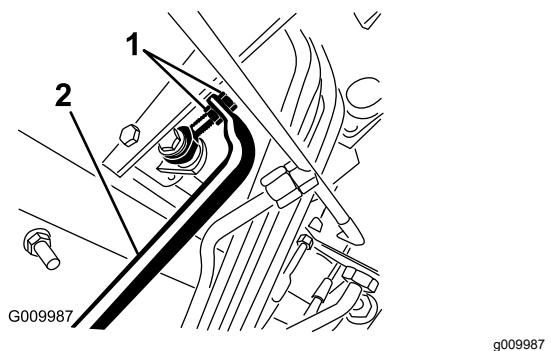

Bild 90
- Stellen Sie die Bundmuttern am Pumpenstangenende ein, um die Pumpensteuerungsstange nach vorne zu verschieben, um ein Verschieben nach vorne zu vermeiden, oder um die Pumpensteuerungsstange nach hinten zu verschieben, um ein Verschieben nach hinten zu vermeiden (Bild 90).